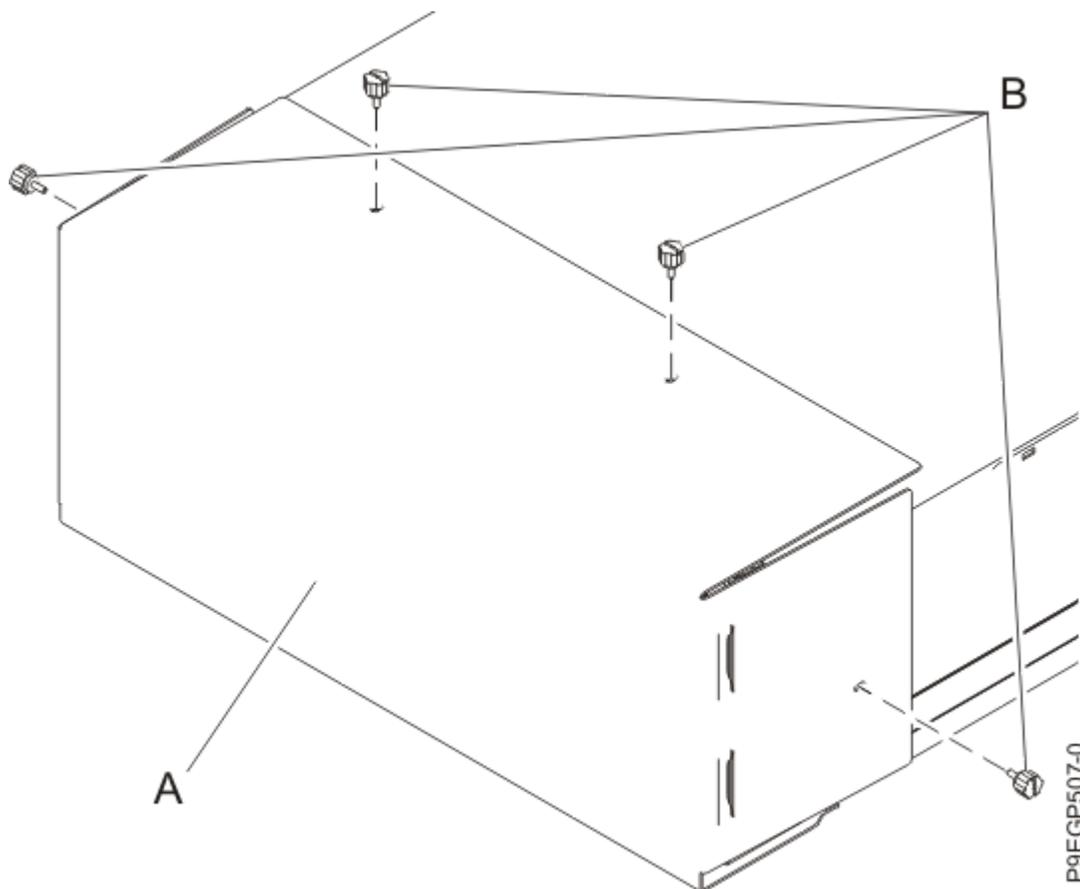

図 7. 配送カバーの取り外し
2. 11 ページの図 7 に示すように、ドロワーの背面に配送カバー **(A)** を固定するのに使用されている 4 本のつまみねじ **(B)** を取り外します。配送カバーを取り外します。